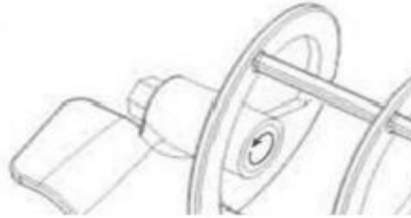

Fig. 13
Efter att packningen (A) har installerats, bestryk insidan av packningen (A) med det medföljande fett. se Fig.13